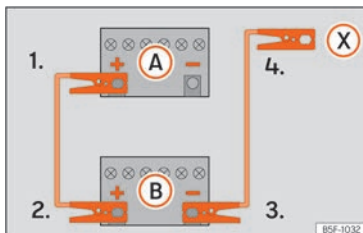

Fig. 82 Esquema de conexión para vehículos sin sistema Start Stop.
hículo con la batería descargada (A) » » » fig. 82.
3. Emborne el otro extremo del cable rojo de emergencia al polo positivo (+) del vehículo que suministra la corriente (B).
- 4a. En los vehículos sin sistema Start-Stop: emborne un extremo del cable negro de emergencia al polo negativo (-) del vehículo que suministra la corriente (B) » » » fig. 82.